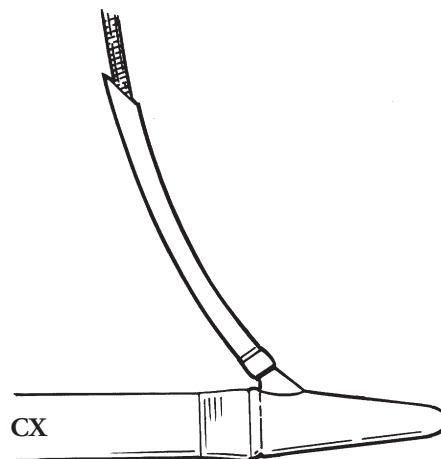

Figura 4-7b. Metoda B
**Metoda B** permite tuburilor să iasă direct din deschiderile corpilor cavernoși (**Figura 4-7b**). Urmați formula descrisă mai jos pentru a selecta lungimea adecvată a cilindrilor și numărul de prelungitoare distale. Dacă este necesar, extindeți lungimea deschiderii corpilor cavernoși.